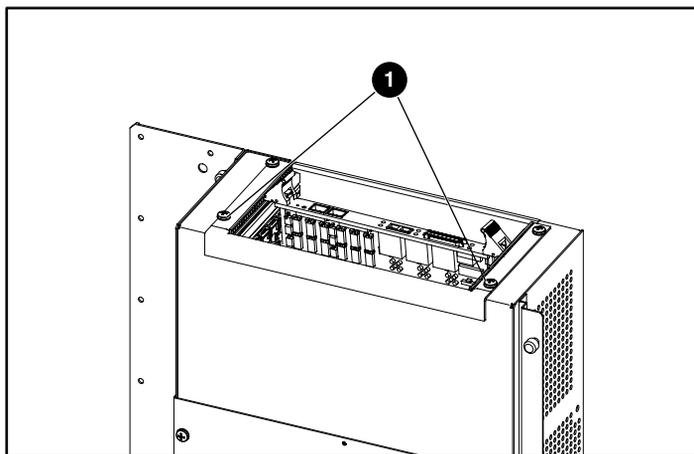

Figura 14: Quitar los tornillos del receptáculo de expansión
1. Quite los dos tornillos que fijan la parte frontal del receptáculo de expansión en el compartimiento electrónico (consulte la Figura 14).